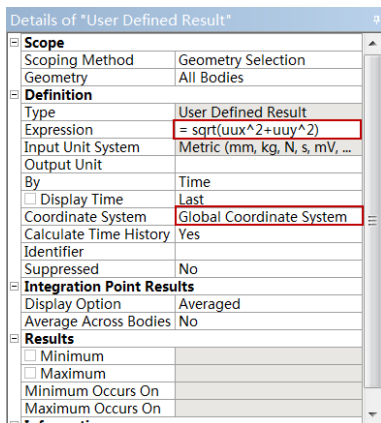

图 10-31 合成位移参数设置
- 步骤 07** 如同步骤⑤，选择 Solution 工具栏中的“User Defined Result”（用户定义结果）命令，此时在分析树中会出现“User Defined Result”选项。在参数设置列表中设置各参数，如图 10-31 所示。